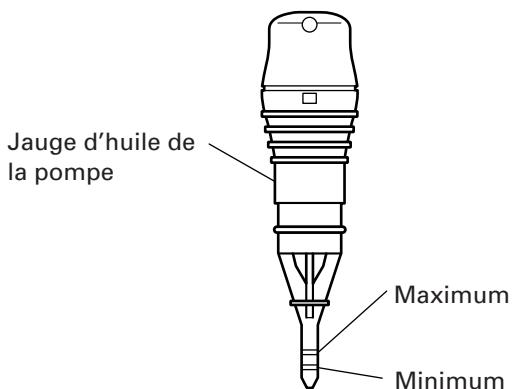
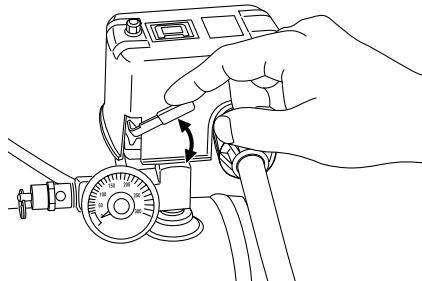
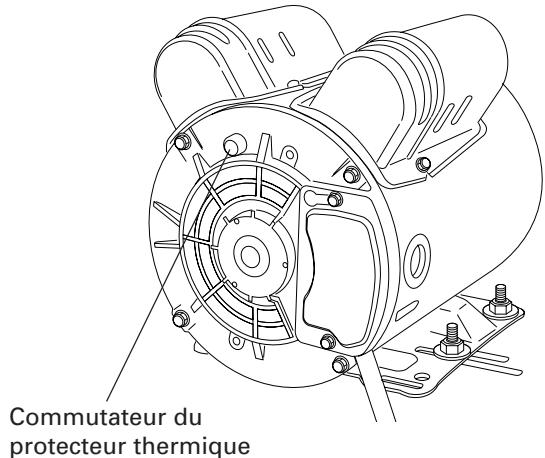

Fig. 2
Fig. 3
Fig. 8
- Vérifier que le niveau d'huile dans la pompe du compresseur est correct. Si le niveau d'huile est bas, remplir d'huile par l'orifice de remplissage de façon que la quantité d'huile arrive à un point entre l'encoche de niveau maximum et l'encoche de niveau minimum sur la jauge d'huile de la pompe, conformément au TABLEAU DES TYPES D'HUILE ci-dessous. (Fig. 2)
- (1) La jauge d'huile de la pompe indique la quantité d'huile dans la pompe. (Fig. 2) Vérifier le niveau d'huile tous les jours pour s'assurer qu'il ne dépasse pas l'encoche de niveau maximum et qu'il ne tombe pas en-dessous de l'encoche de niveau minimum de la jauge d'huile de la pompe. Si le niveau d'huile est bas, remettre de l'huile par l'orifice de remplissage de façon que la quantité d'huile arrive à un point entre l'encoche de niveau maximum et l'encoche de niveau minimum sur la jauge d'huile de la pompe, conformément au TABLEAU DES TYPES D'HUILE ci-dessous.
- (2) Evacuer toute l'humidité du réservoir d'air du compresseur. Pour vidanger le réservoir d'air, ouvrir lentement le clapet de vidange et incliner le compresseur pour vider l'eau qui s'est accumulée. Bien refermer après la vidange.
(3) Vérifier que le commutateur de moteur/pression est sur la position "OFF" (Fig. 3). Si l'on branche la fiche dans une prise de courant alors que le commutateur est sur la position "AUTO", le
- (1) Appuyer sur le bouton du commutateur de pression pour le mettre en position «OFF» et déconnecter la fiche de la prise secteur. (Fig. 3)
- (2) Si le cordon prolongateur n'est pas conforme aux spécifications données à la page 21 et 22, le remplacer par un cordon prolongateur comme ceux montrés à la page 21 et 22. Si la capacité de l'alimentation secteur est insuffisante, augmenter la capacité pour éliminer la cause d'un flux de courant excessif (surintensité).
- (3) Attendre environ 5 minutes, puis appuyer sur le commutateur de réinitialisation du protecteur thermique (Fig. 8).
- (4) Démarrer. Si le moteur s'arrête à nouveau pendant le fonctionnement, contacter le centre de service.